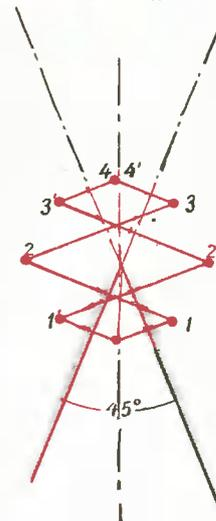

Рис. 5.
8. Если человек стоит между двумя зеркалами, расположенными между собой под углом 45° , то он увидит 7 своих изображений. Это приятно из приведенного на рис. 5 построения изображений. В этом легко убедиться и на опыте.